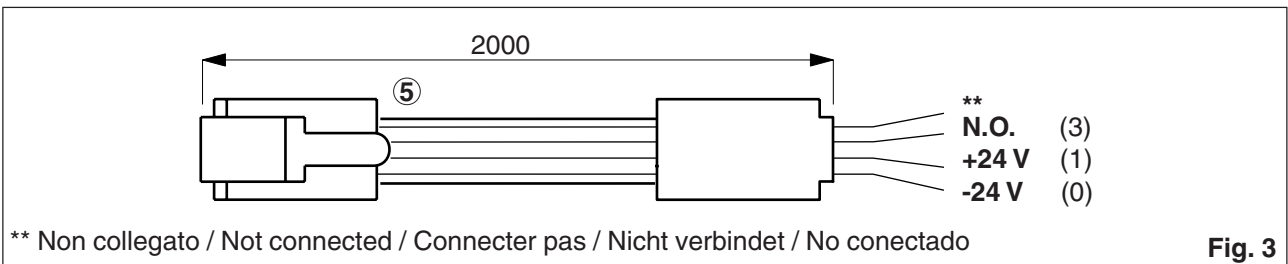

Fig. 3
- 3.5 Nel caso in cui il quadro elettrico non sia provvisto del connettore [2] di collegamento al RER, è possibile tagliare il cavo [5] e collegarlo come indicato in fig. 3.
- 3.5 If the electric panel is not equipped with the connector [2] for connection to the RER, the cable 5 may be cut and connected as shown in Fig. 3.
- 3.5 Si l'armoire électrique n'est pas équipée du connecteur [2] permettant le raccordement au radar RER, il est possible de couper le câble [5] et de le relier comme indiqué sur la fig. 3.